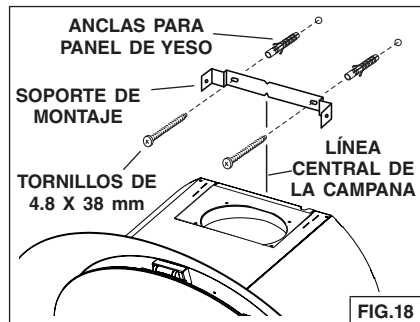

FIG.18
17. Centre el soporte de montaje directo sobre la campana. Fig. 18.
18. Asegure el soporte a la pared utilizando dos (2) tornillos de montaje de 4.8 x 38 mm y anclas para panel de yeso (incluidos).